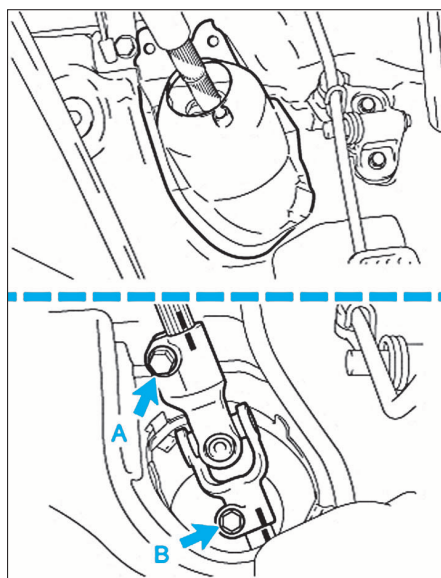

FIG. 64
- déposer le cache (1) (Fig.64)
- tracer des repères comme illustré (Fig.64), puis déposer les vis de fixation (A) et (B).